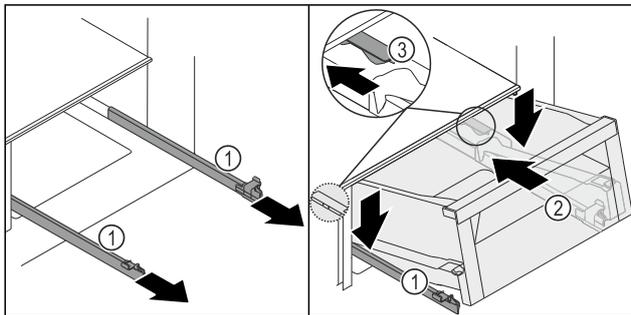
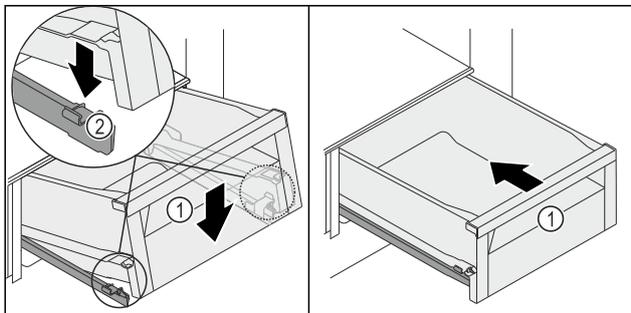

Fig. 95
Fig. 96
- ▶ 固定轨道 Fig. 95 (1)，将抽屉 Fig. 95 (2) 在止动器 Fig. 95 (3) 后方从上方放到轨道 Fig. 95 (1) 上。
- ▶ 将抽屉 Fig. 95 (2) 向下推到轨道 Fig. 95 (1) 上，直至止挡。
- ▶ 降下前方抽屉 Fig. 95 (2)，使左右侧抽屉滑入夹子 Fig. 96 (2)。
- ▶ 听到抽屉 Fig. 96 (1) 的卡紧声。
- ▶ 推入抽屉 Fig. 96 (1)。